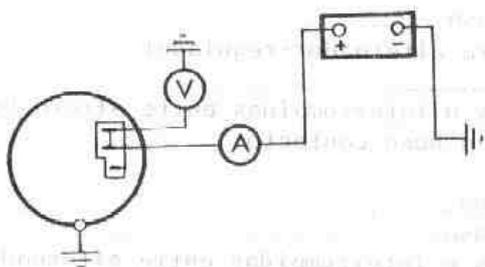

Fig. N-2 Comprobación de carga
- 1.2.1. Colocar un voltímetro de escala 0 á 20, entre el borne positivo del alternador y masa de éste (Fig. N-2).
- 1.2.2. Colocar un amperímetro de escala 0 á 40 entre el borne positivo del alternador y la borna positiva de la batería (Fig. N-2).